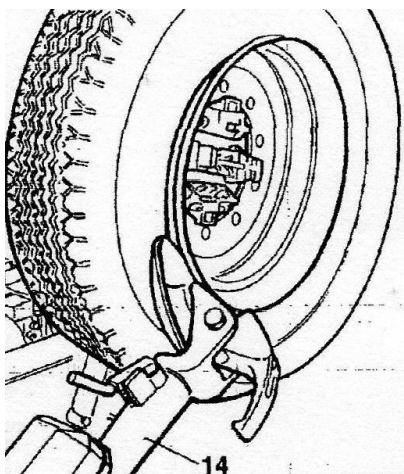

Рисунок 15
– Опустите рычаг устройства отжима борта (поз. 14, Рисунок 15) в рабочее положение и защёлкните его.
– Работая с мобильного центра управления, двигайте колесо, пока внешняя сторона обода не будет касаться диска отжима борта (Рисунок 15).